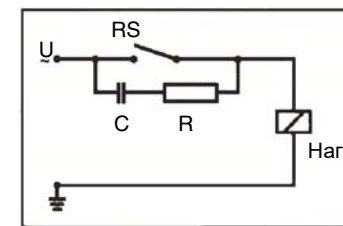

Рис. 5. Защита резистивно-емкостным звеном при переменном токе и индуктивной нагрузке
Переменный ток (AC): подключение дугогасящего элемента (резистивно-емкостного звена) параллельно выключателю, см. рис. 5.